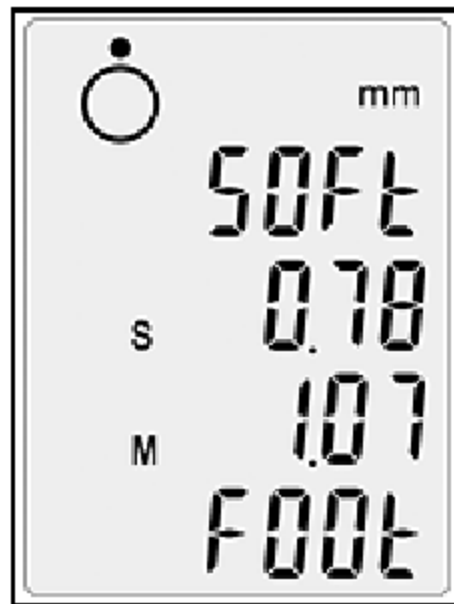

图 28. 软脚读数
3. 同时按下“+”和“-”键可以进入“软脚”模式，此时，显示屏上会出现“SOFT FOOT”字样（见图 28）。